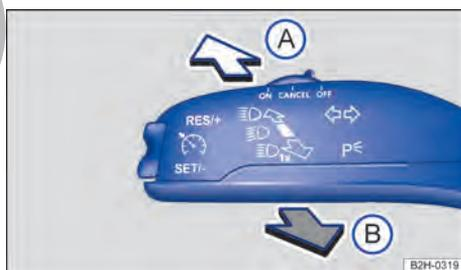

Fig. 71 En el lado izquierdo de la columna de dirección: palanca de los intermitentes y de la luz de carretera.
2. Mueva la palanca de los intermitentes y de la luz de carretera desde la posición central hasta la posición deseada → **fig. 71**: